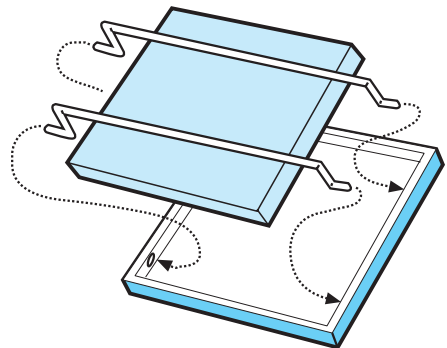

FIG. 7
- Placez les filtres à charbon actif rectangulaires de manière à ce qu'ils recouvrent la partie arrière des filtres à graisses et fixez-les à l'aide de quatre baguettes métalliques (deux par filtre), fournies avec les filtres à charbon (Fig. 7).